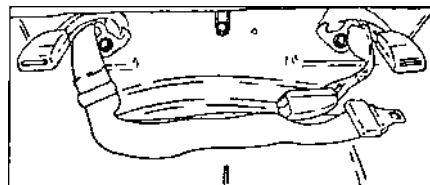

Рис. 9.13.
- Выкрутить болты и снять крепление ремня безопасности, расположенного посередине заднего сидения (рис. 9.13).